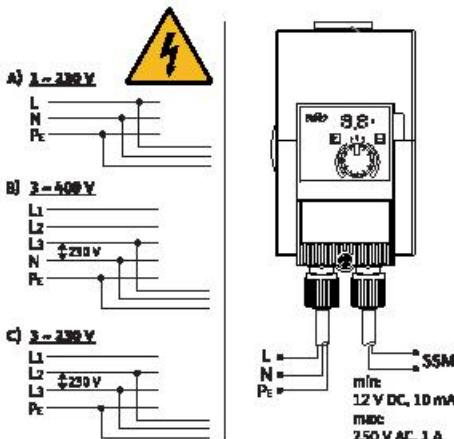

Fig. 3: Можливості під'єднання
- Під'єднувати до мереж низької напруги 230 В. У разі під'єднання до мереж IT (конфігурація мережі Isolé Terre) обов'язково перевіритися, що напруга між фазами (L1-L2, L2-L3, L3-L1 → Fig. 3) не перевищує 230 В.